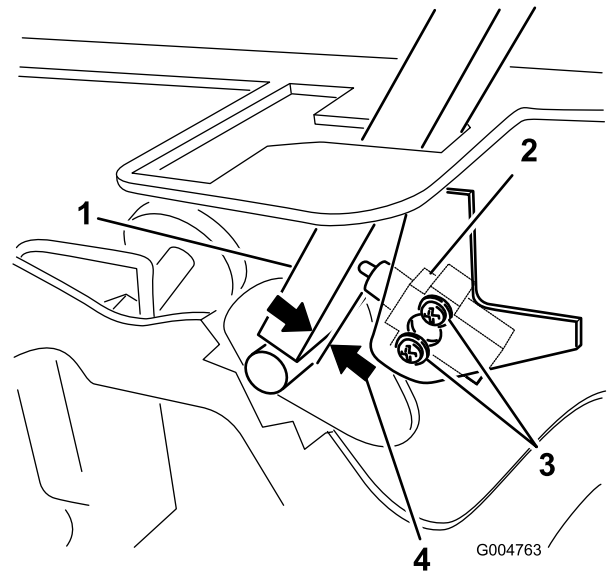

图48
3. 松开固定联锁开关的 2 个螺丝 图48。
4. 将控制杆保持在机架上向控制杆的方向移动开关直至控制杆与开关主体之间的距离介于 0.41mm 如图 48 所示。